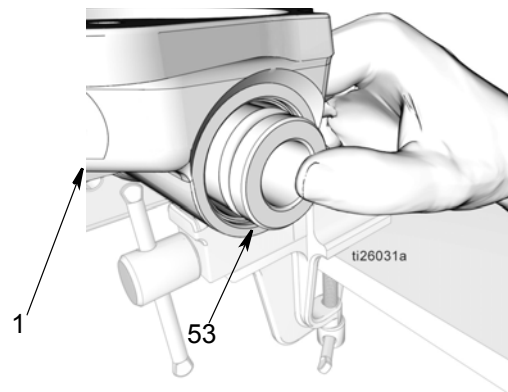

FIG. 43
- d. Appuyer avec les pouces pour introduire le manchon (53) dans la base de la pompe (1). Ensuite, à l'aide d'une tige tendre, enfoncer le manchon aussi loin que possible (FIG. 43).